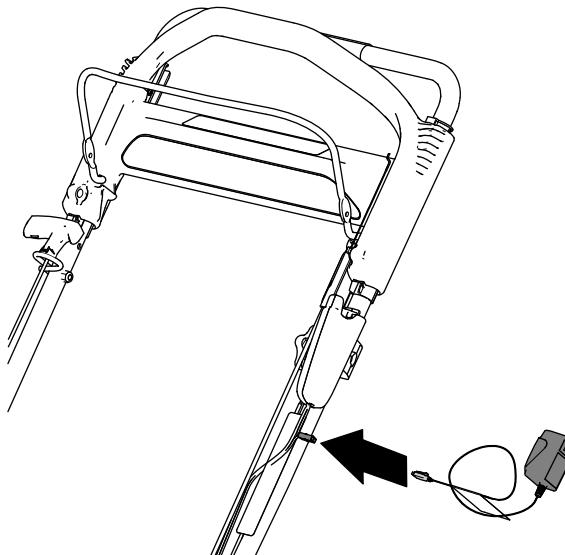

Рисунок 35
- Подсоедините зарядное устройство к жгуту проводов, расположенному под кнопкой электрического запуска (Рисунок 35).